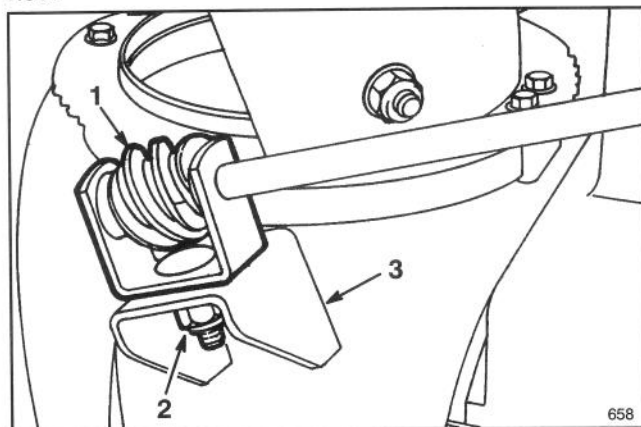

Figure 11
2. Appliquez de la graisse à toutes fins No. 2 sur la vis sans fin, et montez la vis sans fin et son support sur la collerette de montage. Fixez à l'aide de la rondelle pyramidale et de l'écrou de blocage (Fig. 11).
3. Glissez la vis sans fin dans les dents de l'anneau de retenue de l'éjecteur et serrez l'écrou de blocage (Fig. 11).